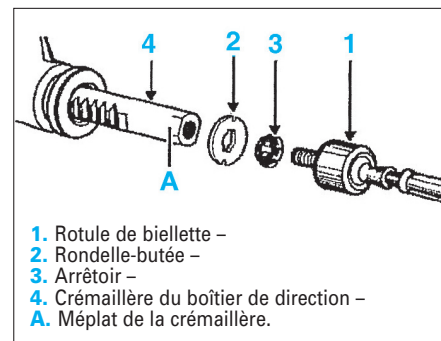

FIG. 8
de crémaillère afin d'enlever toute trace de produit frein de filet du montage d'origine. Remplacer systématiquement la rondelle butée (2) et l'arrêtoir (3) (Fig. 8).